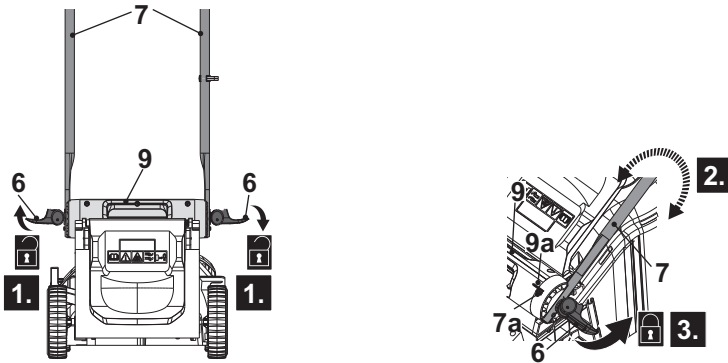

Fig. 10
1. Abra y afloje las palancas de sujeción (6) en sentido contrario a las agujas del reloj en los manillares inferiores (7), pero no las retire (Fig. 10 paso 1).
2. Sujete y gire suavemente el conjunto del mango hasta la posición deseada alineando la línea de indicación (7a) con el indicador (9a) del asa de transporte (9) (Fig. 10 paso 2). Asegúrese de que el conjunto del mango esté montado a la misma altura en ambos lados.
3. Asegure el conjunto del mango plegando la palanca de sujeción (6) hacia el asa de transporte (9). Si la palanca de sujeción (6) no se puede doblar, aflójela y vuelva a doblarla. Si está demasiado floja, apriétela girando la palanca de sujeción (6) en el sentido de las agujas del reloj (Fig. 10, paso 3).